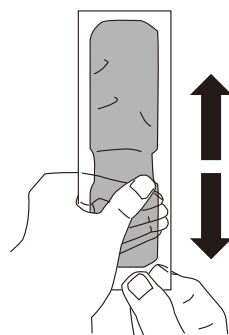

図4-3
- ④ 指でレジンを20回程度前後にしごきながら内部の樹脂を混合させてください。(図4-3参照)